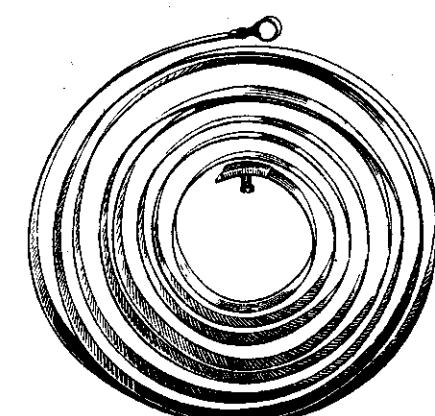

Рис. 13. Патронный диск:
**Патронный диск** (рис. 13) имеет